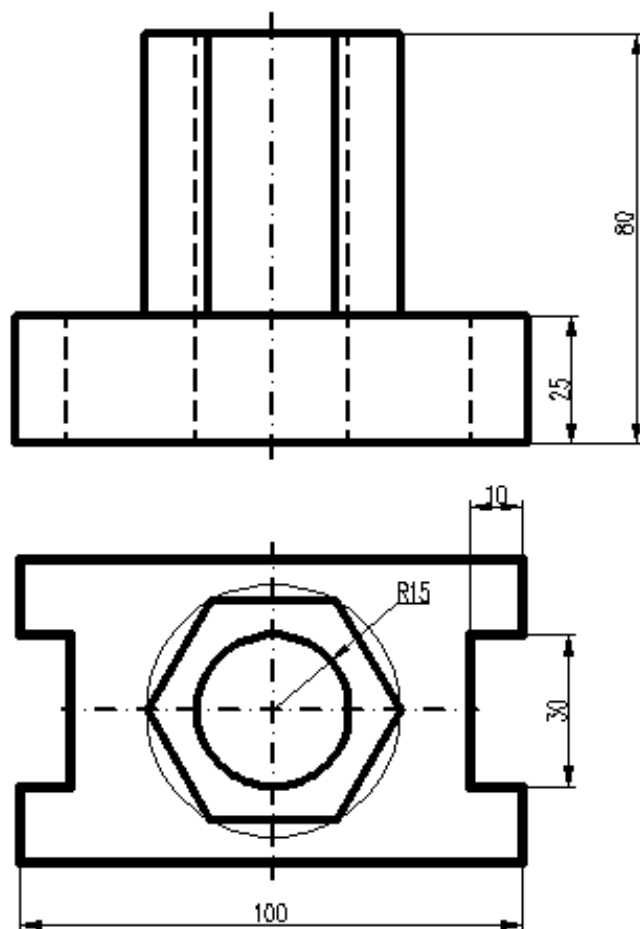

Рис. 21. Вариант задания.
7.2. Нанесение размеров (рис. 20) выполнить командами, расположенными на панели **Размеры** (вкладка ленты **Аннотации**) (рис.21).
2. Изучить пример выполнения работы (рис.21).
Предлагаемый вариант детали (рис. 21) имеет две оси симметрии и состоит из двух основных частей. Нижняя часть – четырехгранная призма, верхняя часть – шестигранная призма. В центре детали имеется цилиндрическое отверстие.